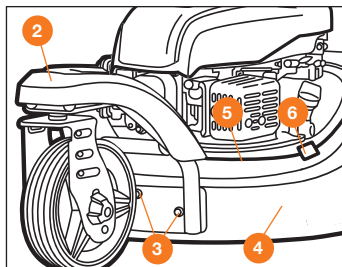

Рис. 4
Закрепите колесо с кожухом ② на деке газонокосилки ④ тремя болтами и гайками ③ (внимание, болты устанавливайте с внутренней стороны деки, гайки накручивайте с внешней, со стороны колеса), закрепите трос блокировки поворота колеса ⑤ клипсой ⑥ (Рис. 4).